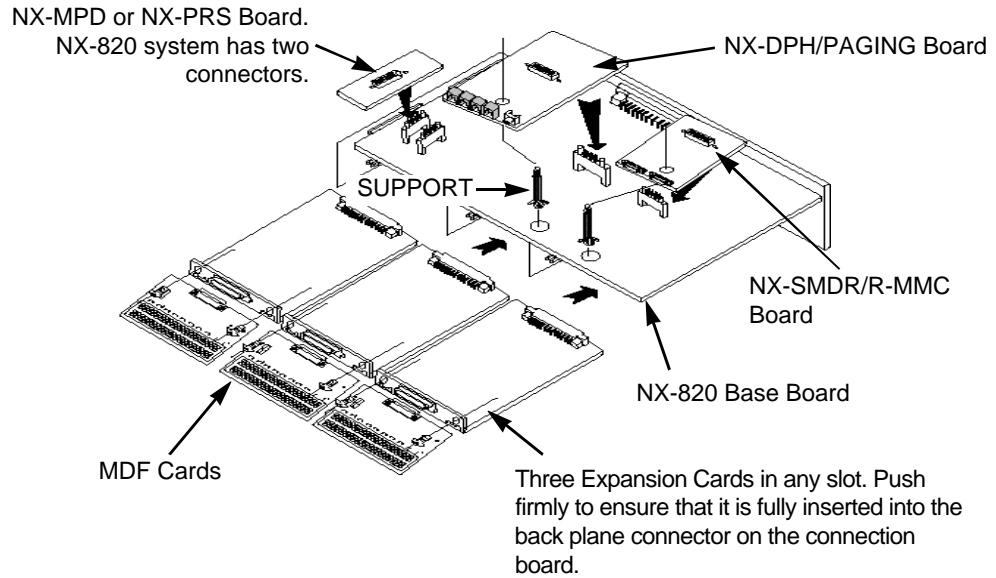

FIGURE 3-13 INSTALLING EXPANSION CARD & OPTION B'D FOR NX-820
3.13.2 NX-820 SYSTEM (See FIGURE 3-13)